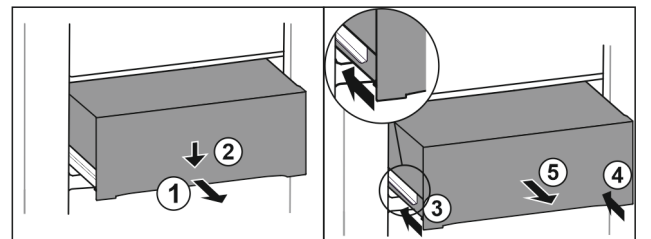

Fig. 131
- ▶ Lade er half uittrekken. *Fig. 131 (1)*
- ▶ Schuiflade aan de voorzijde omlaag drukken. *Fig. 131 (2)*
- ▶ Linker rail ca. 2 cm inschuiven. *Fig. 131 (3)*
- ▶ Rechter rail ca. 2 cm inschuiven. *Fig. 131 (4)*
- ▶ Lade naar voren toe verwijderen. *Fig. 131 (5)*